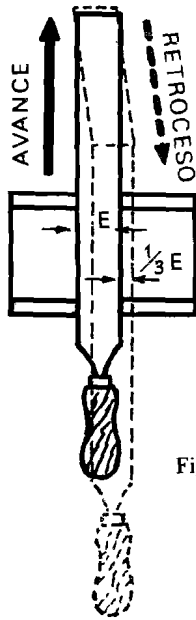

Fig. 2-5
2.3. Desplazamiento lateral.—Se realizará solamente durante el retroceso de la lima, con una amplitud no mayor que $1/3$ de la anchura de la misma (fig. 2.5).